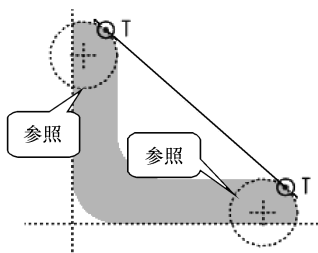
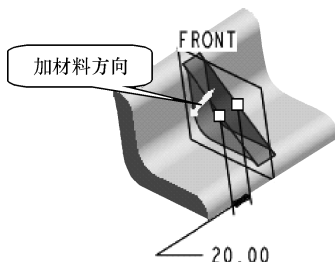

图 7-56 中间筋截面
图 7-57 中间筋
- (1) 打开文件“liti7-6. prt”。
- (2) 单击【工程特征】工具栏中的【轮廓筋】按钮, 在消息区弹出【轮廓筋】操控板。
- (3) 在操控板单击【参照】按钮，弹出【参照】下滑面板。
- (4) 单击【定义】按钮, 弹出【草绘】对话框，在图形区选择“FRONT”基准面作为草绘平面，默认其他放置属性，单击【草绘】按钮进入草绘界面。
- (5) 选择菜单栏中的【草绘】|【参照】选项，弹出【参照】对话框。
- (6) 选择圆弧边线作为参照，使用相切约束草绘直线作为截面，如图 7-56 所示。
- (7) 完成草绘后，单击【草绘器按钮】工具栏中的【完成】按钮回到建模界面。
- (8) 单击【参照】下滑面板中的【反向】按钮, 将添加材料的方向改为指向模型内部，黄色箭头为添加材料方向。
- (9) 在对话框的【筋厚度】组合框中输入厚度值“20”，按 <Enter> 键确认。
- (10) 单击对话框中的【更改厚度方向】按钮, 设置厚度方向在“FRONT”基准面两侧，如图 7-57 所示。